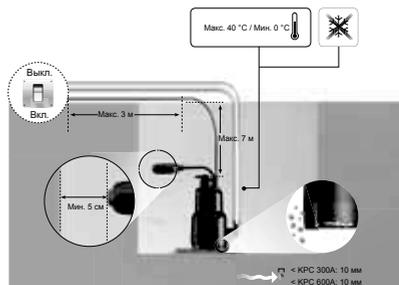
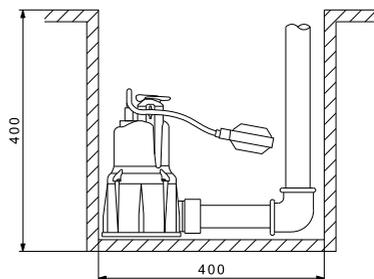
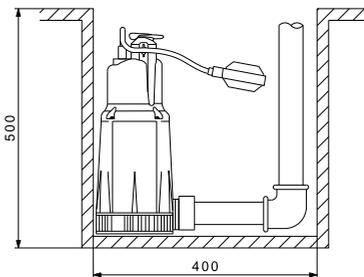

Рис. 4 Установка насоса и расположение поплавкового выключателя
Рис. 5 Минимальные размеры приемки для насоса KPC 300 A
Рис. 6 Минимальные размеры приемки для насоса KPC 600 A
4. Для исполнения, поставляемого с поплавковым выключателем, необходимо убедиться в том, что вся система поплавкового выключателя может свободно перемещаться. Для этого требуется обеспечить свободное пространство в 5 см между поплавковым выключателем и стеной ёмкости, где установлен насос (см. рис. 4). Необходимо также обеспечить минимальные размеры приемки в соответствии с рис. 5 и рис. 6.
Монтаж	Как для стационарного, так и для мобильного применения, но только в вертикальном положении. Для KPC: минимальные размеры прямка см. рис. 4 и 5